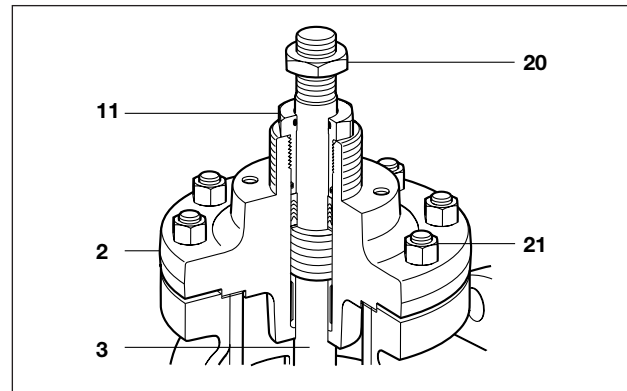
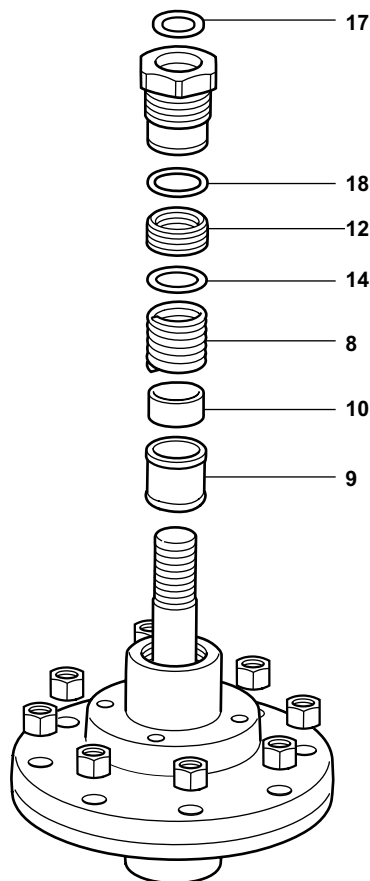

Bild 12
Bild 13: PTFE Spindelabdichtung
- Kontermutter (20) lösen und entfernen.
- Stopfbuchsmutter (11) lösen;
- Gehäusemutter (21) lösen
- mit einer geeigneten Hebeeinrichtung das Ventiloberteil (2) entfernen. Dabei darauf achten, daß die Ventilkegelstange (3) mit dem Kegel im Ventilgehäuse verbleiben.
- „O“ Ringe (17 und 18 – Bild 13) aus der Stopfbuchsmutter (11 – Bild 12) entfernen. Sicherstellen, daß die Halterungen der „O“ Ringe sauber und unbeschädigt sind und sie mit neuen „O“ Ringen bestücken. Es wird empfohlen die „O“ Ringe mit etwas Silikonfett zu schmieren.
- die PTFE Stopfbuchspackung (12) entfernen und wegwerfen.
- Alle Metallkomponenten, wie Unterlegscheibe (14 – Bild 13), Feder (8), Führungsbuchse (9) und Abstandshalter (10) herausnehmen und zählen. Die Anzahl variiert je nach Nennweite des Ventils.
- Die gesamte Stopfbuchshalterung reinigen und in der richtigen Reihenfolge (Bild 13) wieder zusammenbauen.
Hinweis: Die untere Führungsbuchse (9 – Bild 13) wird mit der Rundung nach unten eingesetzt. Die Dachmanschetten werden eine nach der anderen eingesetzt. Es kann nach einsetzen von 2 oder 3 Dachmanschetten erforderlich werden, sie mit Hilfe der Stopfbuchsmutter (11 – Bild 12) zu komprimieren. Diesen Vorgang wiederholen, bis alle erforderlichen Komponenten eingebaut worden sind.
- Auf das Gewinde des Stopfbuchsmutter (11 – Bild 12) etwas Schmiermittel aufbringen und sie dann 2 oder 3 Drehungen in das Ventiloberteil reindrehen. Zu diesem Zeitpunkt reicht es, wenn die Stopfbuchspackung lose angezogen ist.
- Die Stopfbuchsmutter (11 – Bild 12) muss erst fest angezogen werden, wenn das Oberteil – wie in Kapitel 5.6 beschrieben – korrekt befestigt worden ist.
Hinweis: Die untere Führungsbuchse (9 – Bild 13) wird mit der Rundung nach unten eingesetzt.
- Auf das Gewinde des Stopfbuchsmutter (11 – Bild 12) etwas Schmiermittel aufbringen und sie dann mehrere Drehungen in das Ventiloberteil reindrehen ohne daß die Stopfbuchspackung komprimiert wird.. Zu diesem Zeitpunkt reicht es, wenn die Stopfbuchspackung lose angezogen ist.